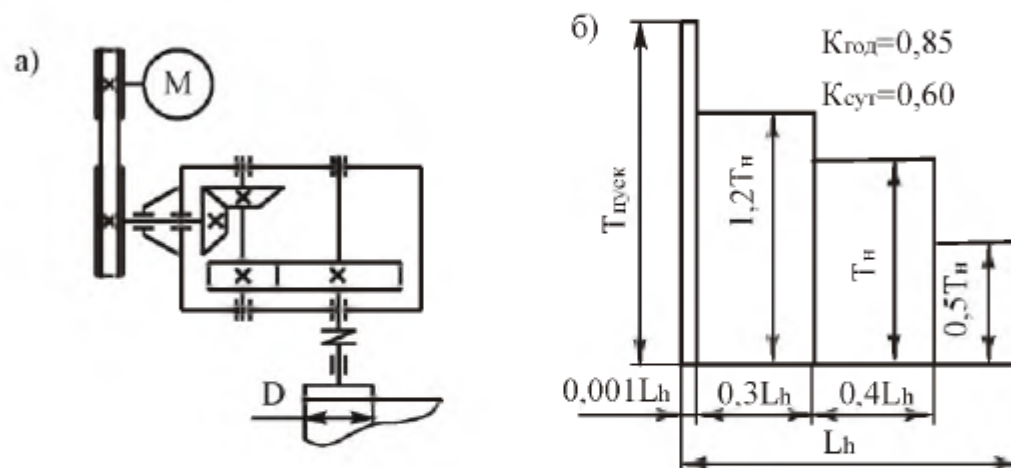

Рис. 6.8. Привод ленточного транспортера:
**Тема 8.** Спроектировать привод ленточного транспортера (рис. 6.8, табл. 6.8). Привод вала барабана осуществляется асинхронным электродвигателем общего машиностроительного применения. Включает в себя открытую ременную передачу и коническо-цилиндрический двухступенчатый редуктор. Выходной вал редуктора соединен с валом барабана упругой муфтой.